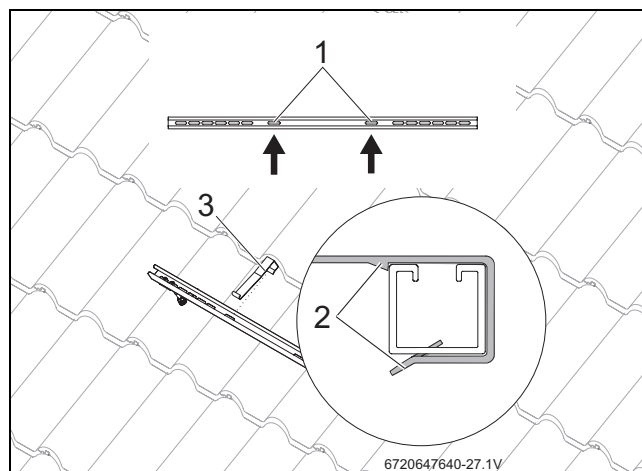

Fig. 41 Enganchar protección antideslizante
- ▶ Deslizar las protecciones antideslizantes (→ Fig. 41, [3]) en los agujeros alargados interiores correspondientes [1], desde fuera sobre los perfiles hasta que encajen [2].